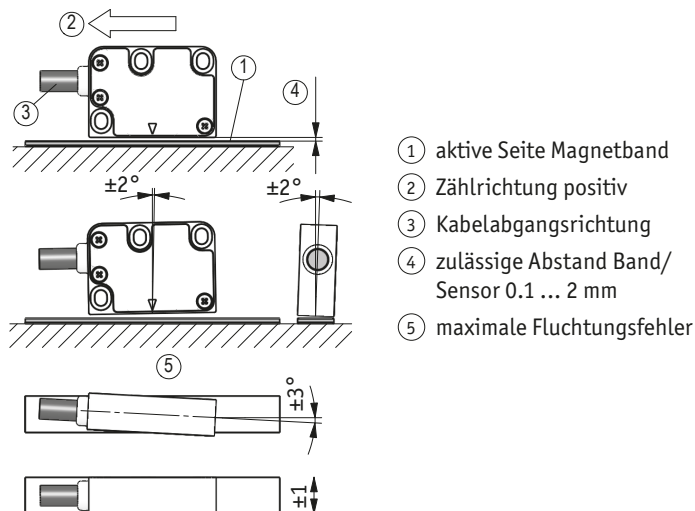

Abb. 6: Montage Sensor/Magnetband, Abstandsmaße, Toleranzen
- ▶ Bei der Montage ist insbesondere zu beachten, dass über die gesamte Messstrecke zwischen Band und Sensor der definierte Luftspalt (Abb. 6) eingehalten wird, unabhängig ob das Band oder der Sensor bewegt werden. Dazu eignet sich die beigelegte Abstandlehre.
- ▶ Auf richtige Ausrichtung des Magnetsensors achten, damit die optimale Abtastung gewährleistet ist (siehe Abb. 6). Dazu eignet sich die beigelegte Abstandlehre.